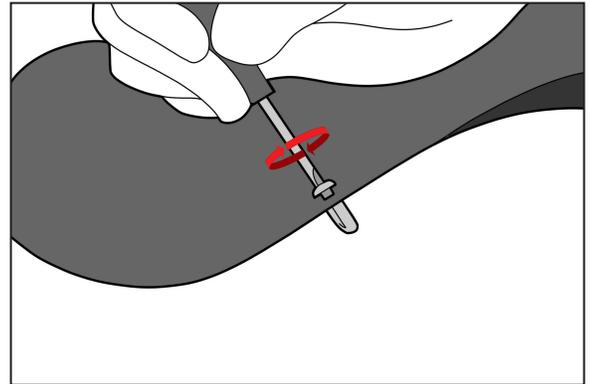

Figure 1
1. Utiliser un tournevis plat 1/8" pour retirer la vis supérieure. (Figure 1).